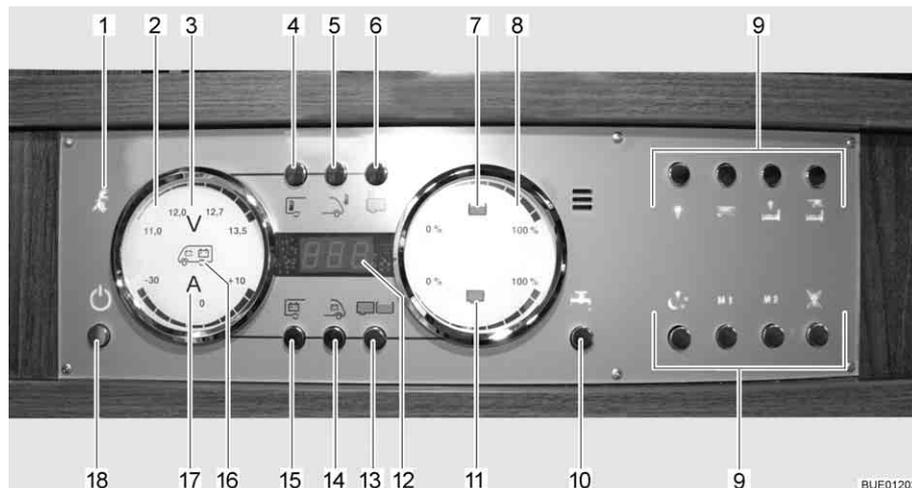

Fig. 156 Pannello di controllo LT 510
La spia di controllo a 230 V (Fig. 156,1) si accende quando all'ingresso della centralina elettrica è presente una tensione di rete.
L'interruttore principale a 12 V (Fig. 156,18) inserisce o disinserisce il pannello di controllo e l'alimentazione a 12 V dell'abitacolo.
- Premere brevemente il tasto dell'alimentazione a 12 V (Fig. 156,18). L'alimentazione a 12 V dell'abitacolo è inserita. L'indicatore di controllo "12 V" si accende.
- ▷ Se dopo l'accensione il LED "11,0" dell'indicazione dei Volt nonché il simbolo dei Volt "V" (Fig. 156,3) nell'indicatore delle batterie (Fig. 156,2) lampeggiano, significa che la tensione della batteria dell'abitacolo è insufficiente. Caricare la batteria.
- ▷ Se dopo l'accensione l'indicatore di controllo "12 V" e il simbolo dei Volt "V" (Fig. 156,3) lampeggiano tre volte, significa che la separazione della batteria è attivata. Disattivare la separazione della batteria.
- Premere brevemente il tasto dell'alimentazione a 12 V (Fig. 156,18). L'alimentazione a 12 V dell'abitacolo è disinserita. L'indicatore di controllo "Alimentazione a 12 V" si spegne.
- Premere il tasto della batteria dell'abitacolo (Fig. 156,15) e tenerlo premuto per ca. 10 secondi. Il simbolo dei Volt "V" (Fig. 156,3) e l'indicatore di controllo "12 V" lampeggiano tre volte. La batteria dell'abitacolo è separata dalla rete di bordo da 12 V.
- Premere il tasto "Alimentazione a 12 V" (Fig. 156,18) e tenerlo premuto per ca. 5 secondi. Il simbolo dei Volt "V" (Fig. 156,3) e l'indicatore di controllo "12 V" lampeggiano tre volte. La batteria dell'abitacolo è collegata alla rete di bordo a 12 V. L'indicatore di controllo si accende dopo ca. 5 secondi.
- Premere il tasto della batteria dell'abitacolo (Fig. 156,15). Il simbolo dei Volt "V" (Fig. 156,3) si accende. Il simbolo degli Ampere "A" (Fig. 156,17) diventa bianco o rosso a seconda del caricamento o dello scaricamento. La tensione della batteria e la corrente della batteria dell'abitacolo vengono indicate attraverso i LED nell'indicatore.
- Premere il tasto della batteria di avviamento (Fig. 156,14). Il simbolo dei Volt "V" (Fig. 156,3) si accende. La tensione della batteria della batteria di avviamento viene indicata attraverso i LED nell'indicatore.
- Premere il tasto dei serbatoi (Fig. 156,13). I simboli del serbatoio dell'acqua (Fig. 156,7) e del serbatoio delle acque grigie (Fig. 156,11) si accendono. I livelli di riempimento del serbatoio dell'acqua (scala superiore) e del serbatoio delle acque grigie (scala inferiore) sono indicati dai LED nell'indicatore.
Il simbolo del serbatoio dell'acqua (Fig. 156,7) o il simbolo del serbatoio delle acque grigie (Fig. 156,11) lampeggia se il serbatoio dell'acqua è vuoto o il serbatoio delle acque grigie è pieno.
Attraverso l'indicatore digitale (Fig. 156,12) è possibile visualizzare la temperatura interna e la temperatura esterna.